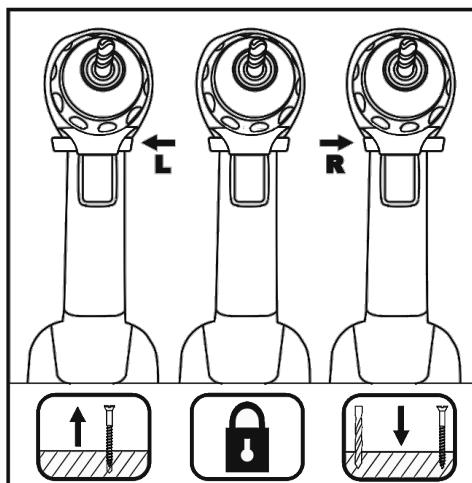

Рисунок 2
2.3.5 Перемикач реверсу (напрямку обертання шпинделя) (4) дозволяє змінювати напрямок обертання патрона при виконанні операцій загвинчування/вигвинчування шурупів і гвинтів (див. рисунок 2).